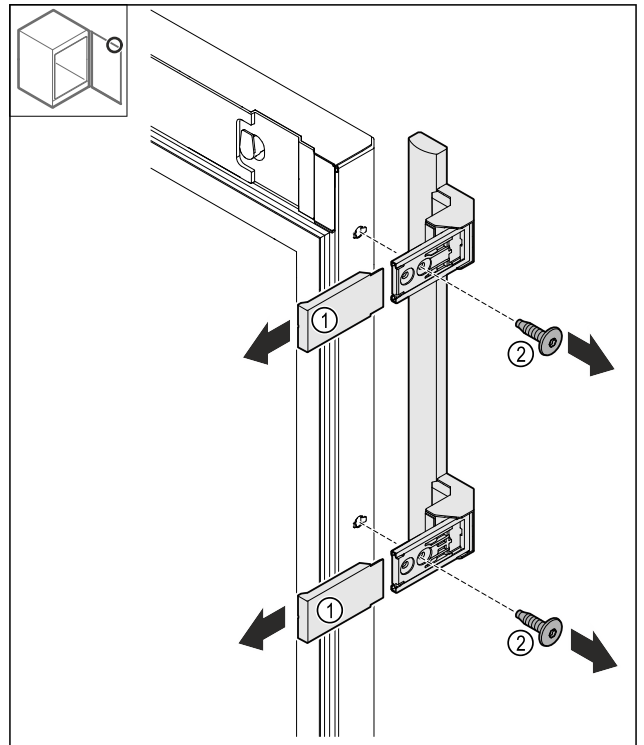

Fig. 25
- ▶ Снимите крышки Fig. 25 (1).
- ▶ Открутите винты Fig. 25 (2).